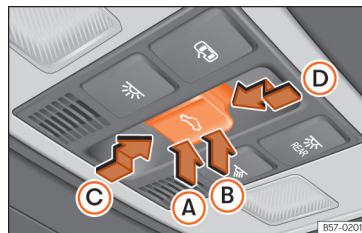

Abb. 81 Im Dachhimmel: Bedienelement für Panorama-Schiebedach.
Der Taster (Abb. 81) hat zwei Stufen.
- Innerhalb von etwa 5 Sekunden nach der Aktivierung des Einklemmschutzes, drücken Sie die Taste ⏪ »» (Abb. 81) bis zur zweiten Stufe in Pfeilrichtung ② bis das Dach vollständig schließt.